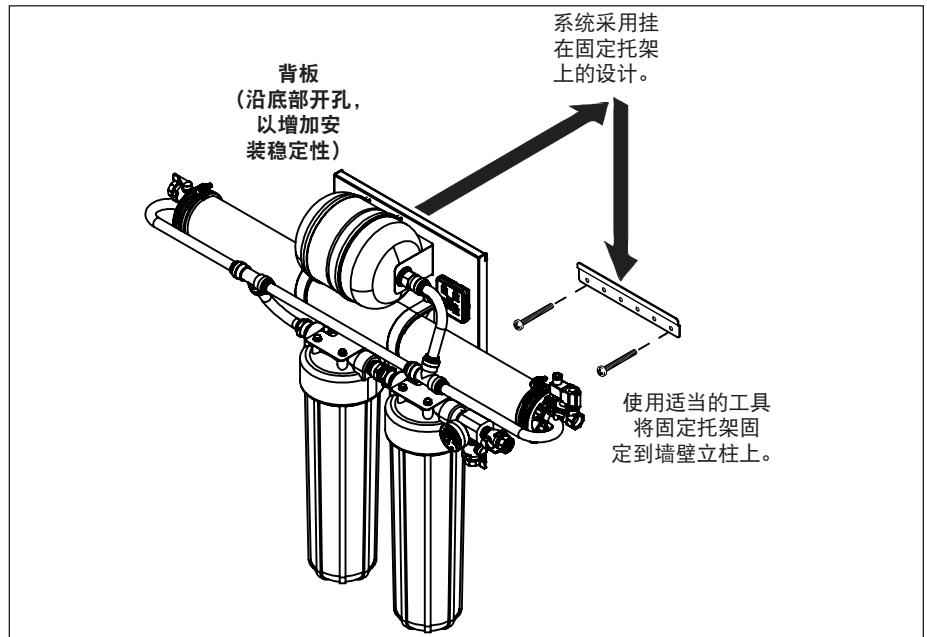

图 3. 安装系统
1. 使用立柱探测器和水平仪，以适当的金属固定物将固定托架牢牢安装于墙上（图 3）。
2. 固定托架应提起 VZN 系统，并悬挂于固定托架上方。请他人帮助您提起系统，并将其稳固放置于固定托架上（图 3）。